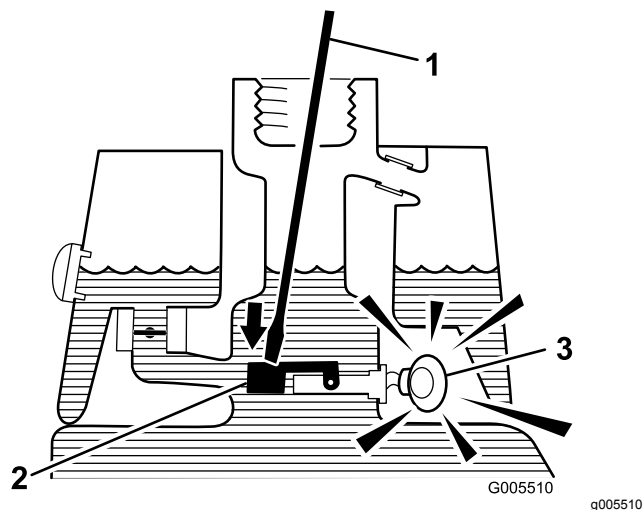

Figura 26
- Insira uma barra ou uma chave de parafusos no bocal do depósito e empurre com cuidado o interruptor de bóia (Figura 26). O alarme deverá ser ativado ao fim do período de desfasamento de um segundo.